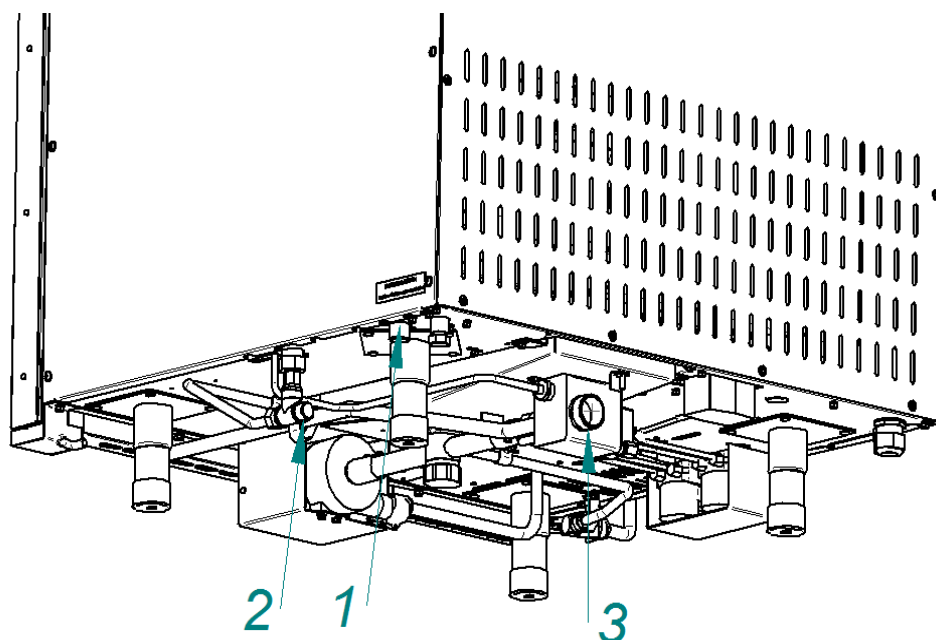

Рис. 4. Подключение к системе водоснабжения
G3/4 (см. рис. 4 поз. 1 (наружная резьба)) – бойлер. Подключать только через водоумягчительную установку. Рекомендуется установить BRITA PURITY C300 Quell ST.
- G1/2" (см. рис. 4 поз. 2 (наружная резьба)) – душевому устройству и охлаждение коробки слива. Допускается подключать к неподготовленной воде
- подключите пароконвектомат к системе канализации используя шланг, входящий в комплект поставки - подключение через штуцер с резьбой G1 1/4" рис. 4 поз. 3.